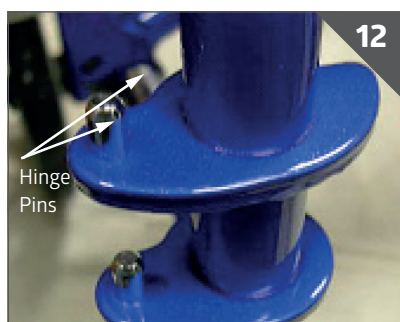

Fig. 12
2. Instale las placas de bisagra del conjunto del reposapiernas en los pasadores de bisagra del armazón (Fig. 12/13).